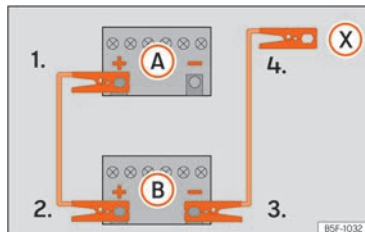

Fig. 43 Esquema de ligação para veículos sem sistema Start-Stop.
2. Ligue uma extremidade do cabo auxiliar de arranque **vermelho** ao polo positivo (+) do veículo com a bateria descarregada (A) » » » Fig. 43.
3. Ligue a outra extremidade do cabo auxiliar de arranque **vermelho** ao polo positivo (+) do veículo que fornece a corrente (B).
- 4a. Nos veículos sem sistema Start-Stop: ligue uma extremidade do cabo auxiliar de arranque **preto** ao polo negativo (-) do veículo que fornece a corrente (B) » » » Fig. 43.
- 4b. Nos veículos com sistema Start-Stop: ligue uma extremidade do cabo auxiliar de arranque **preto** (X) a um terminal de